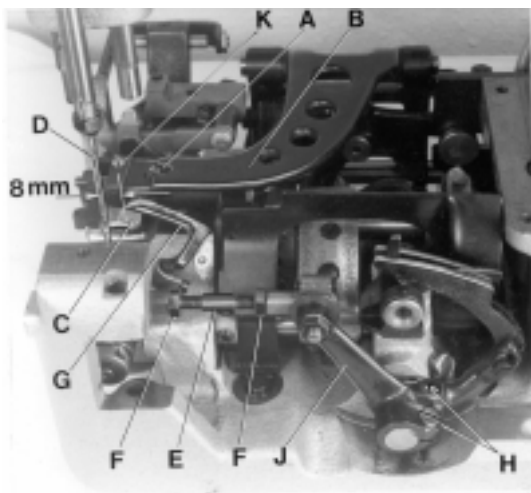
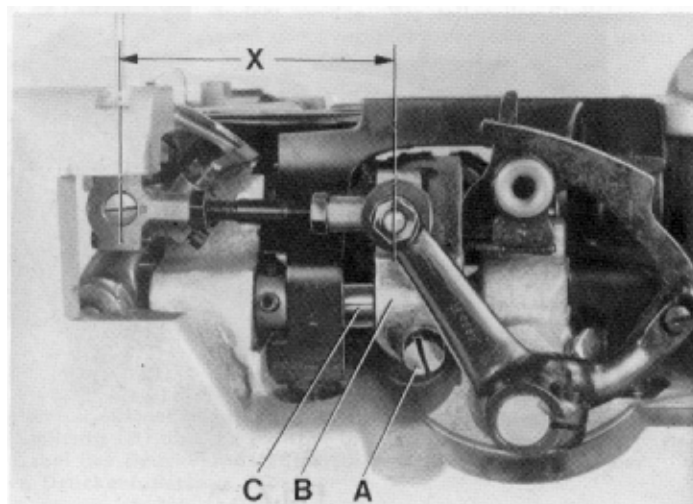
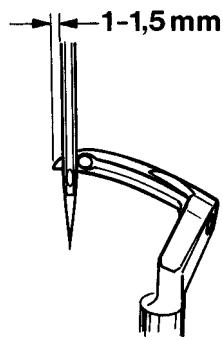
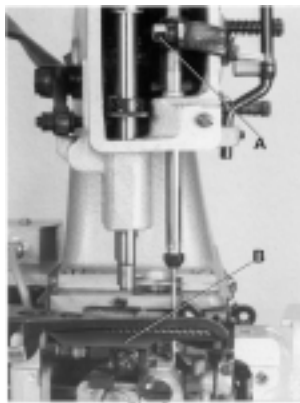

Fig. 3
Fig. 4
Fig. 5
Fig. 6
Remove the presser foot, throat plate and feed dog and on styles 80800TL, TAL, U, UA, UL and UAL also the needle guard for convenient access to the machine. On style 80800R, RL, S and SL loosen the screw (A, Fig. 3) in the feed bar (B) and push the feed bar needle guard (C) to the rear to avoid its contacting the needle (D).
For the two thread double locked stitch styles 80800R, RL, TL, TAL, U, UA, UL and UAL, set the looper connecting rod (E) so the distance (X, Fig. 4) between the center lines of the two ball joints is 69.8 mm (2 3/4"). The dimension (X, Fig. 4) should be 68.3 mm (2 11/16") on the single thread chain stitch styles 80800S and SL. For adjustment loosen the two nuts (F, Fig. 3) and turn connecting rod (E) forward or backward as required to obtain specified dimension, retighten nuts (F).
Rotate the machine pulley in operating direction so that the looper moves from right to left. The looper point should pass as close as possible to the back of the needle without contacting 0.08 to 0.13 mm (.003 to .005") clearance. For adjustment loosen screws (A, Fig. 4) in the looper eccentric fork (B) and turn looper rocker shaft (C) on the looper rocker forward or backward as required. Retighten screw (A).
Zur bequemeren Einstellung entfernen Sie Drückerfuß, Stichplatte und Transporteur und bei den Maschinen 80800TL, TAL, U, UA, UL und UAL auch den Nadelanschlag. Lösen Sie bei den Maschinen 80800R, RL, S und SL die Schraube (A, Fig. 3) im Transporteurträger (B) und drücken Sie den Nadelanschlag nach hinten, damit er die Nadel (D) nicht berühren kann.
Bei den Zweifaden-Doppelkettenstichmaschinen Typen 80800R, RL, TL, TAL, U, UA, UL und UAL muß die Greiferverbindungsstange (E) so eingestellt sein, daß der Abstand (X, Fig. 4) von der Mitte zu Mitte Kugelgelenk 69,8 mm beträgt. Bei den Einfaden-Einfachkettenstichmaschinen Typen 80800S und SL beträgt der Abstand (X, Fig. 4) 68,3 mm. Zum Einstellen lösen Sie die beiden Muttern (F, Fig. 3) und drehen die Verbindungsstange (E) vor oder zurück bis der erforderliche Abstand erreicht ist. Ziehen Sie die Muttern (F) wieder an.
Drehen Sie die Riemenscheibe in Nährichtung so, daß sich der Greifer von rechts nach links bewegt. Die Greiferspitze soll so dicht wie möglich hinter der Nadel vorbeigehen, ohne diese zu berühren (0,08 bis 0,13 mm Abstand). Zur Einstellung lösen Sie die Schraube (A, Fig. 4) in der Greiferexzentergabel (B) und schwenken die Greiferhebelwelle (C) am Greiferhebel mit Greifer nach Bedarf vor oder zurück. Ziehen Sie die Schraube (A) wieder an.
Remove the face cover on machine arm. Rotate machine pulley in operating direction until the looper point, moving to the left, projects 1 to 1.5 mm (.040" to .060") left of the needle (see Fig. 5). Lower edge of looper and upper edge of needle eye must be flush in this position. If adjustment is necessary, loosen clamp screw (A, Fig. 6) in the needle bar connection and move the needle bar up or down, as required. Retighten screw (A) and remount face cover.
At highest point of feed dog travel, the feed dog (B, Fig. 6) should be set so, that the rear teeth project their full depth above the throat plate surface. For setting remove the feed dog and adjust the supporting screw (K, Fig. 3) on the top of the feed bar to the required height. Remount the feed dog, and on styles 80800TL, TAL, U, UA, UL and UAL also the needle guard.
The needle guard (C, Fig. 3) has to be set so, that it just contacts the needle at its most forward point of travel, without deflecting it.
On styles 80800R, RL, S and SL loosen screw (A, Fig. 3) in the feed bar (B) and adjust the needle guard (C) accordingly. Retighten screw (A).
Entfernen Sie den Stirndeckel am Maschinenarm. Drehen Sie die Riemenscheibe in N hrichtung bis die sich nach links bewegend Greiferspitze 1 bis 1,5 mm links der Nadel steht (siehe Fig. 5). In dieser Stellung m ssen Unterkante Greifer und Oberkante Nadel hr b ndig sein. Ist eine Einstellung notwendig, l sen Sie die Klemmschraube (A, Fig. 6) im Nadelstangenmitnehmer und schieben die Nadelstange (B), je nach Bedarf, nach oben oder unten. Ziehen Sie die Schraube (A) wieder an und montieren Sie den Stirndeckel.
Im h chsten Punkt der Transporteurbewegung sollen die hinteren Z hne des Transporteurs (B, Fig. 6) eine volle Zahnh he  ber die Stichplattenoberfl che hinausragen. Zur Einstellung entfernen Sie den Transporteur und stellen die St tzschraube (K, Fig. 3) oben im Transporteurtr ger auf die entsprechende H he. Montieren Sie den Transporteur wieder, bei den Maschinen 80800TL, TAL, U, UA, UL und UAL auch den Nadelanschlag.
Der Nadelanschlag (C, Fig. 3) mu  so eingestellt sein, da  er in der vordersten Stellung seiner Bewegung gerade die Nadel ber hrt, aber nicht ablenkt.
Zur Einstellung l sen Sie bei den Maschinen 80800R, RL, S und SL die Schraube (A, Fig. 3) im Transporteurtr ger (B), und stellen den Nadelanschlag (C) entsprechend ein. Ziehen Sie die Schraube (A) wieder an.